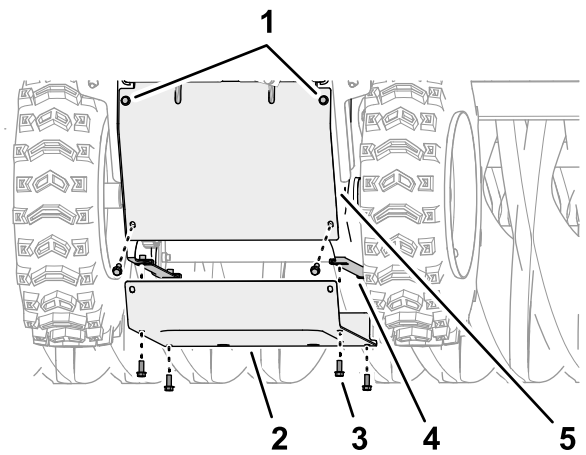

Figura 47
5. Na parte posterior da máquina, desaperte os dois parafusos de cabeça flangeada superior ($\frac{1}{4}$ pol. x $\frac{5}{8}$ pol.) que prendem a cobertura traseira à máquina (**Figura 47**).
6. Retire os seis parafusos de cabeça flangeada ($\frac{1}{4}$ pol. x $\frac{5}{8}$ pol.) que prendem a cobertura inferior à máquina e retire a cobertura (**Figura 47**).